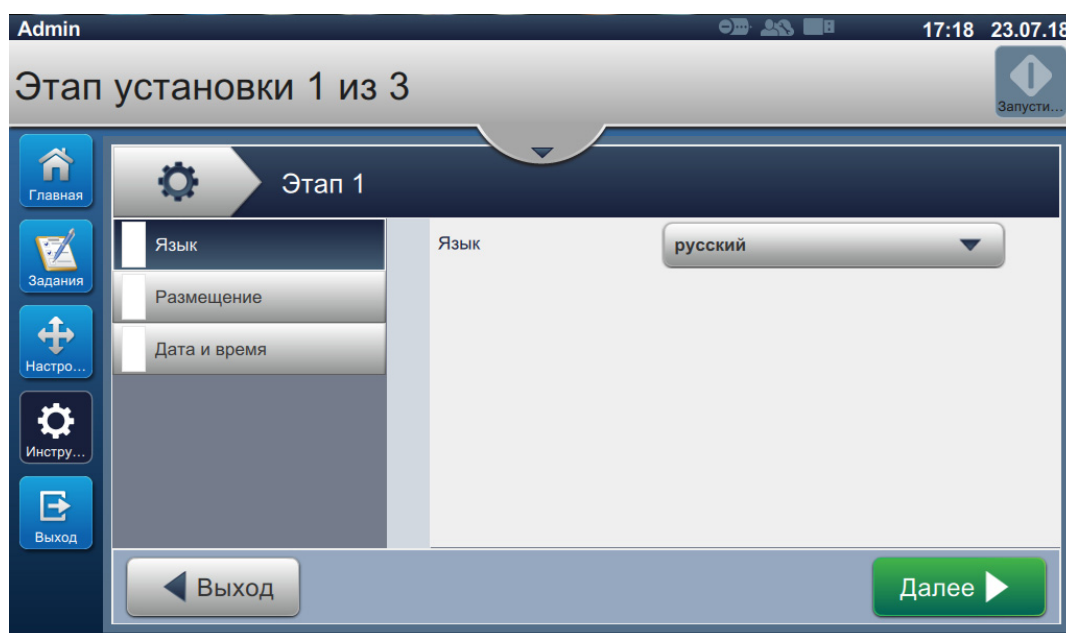

Рис. 6-24: Экран «Установка»
1. Нажмите кнопку  на экране «Инструменты». Откроется экран «Установка», как показано на Рис. 6-24.